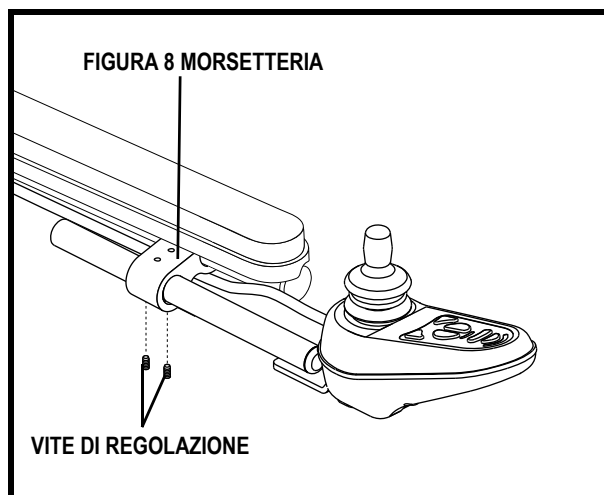

Figura 19. Posizione della centralina (montaggio figura 8)
4. Allentare le viti di regolazione nella morsetteria della figura 8, ubicate sul bracciolo. Vedere figura 19.